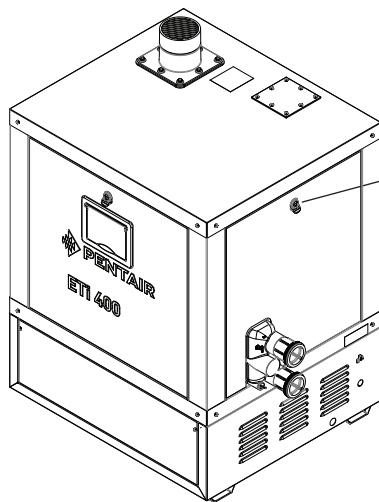

Figura 33.
- Conecte el CONECTOR AZUL (120 VCA) en el enchufe de 12 clavijas ubicado en el panel eléctrico (vea la Figura 33).